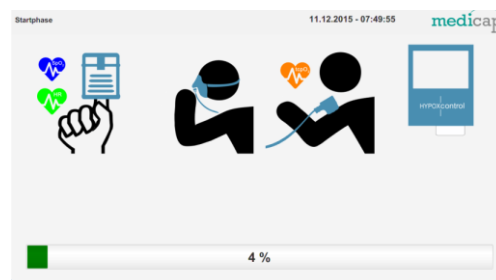

Bild 9: Geräteselbsttest
- (39) Der orange Ring um die Schaltfläche ist eine optische Hilfe zur Beurteilung, ob der tcpO2 Messwert stabil ist oder nicht. Ist der Messwert stabil, ist der orange Ring dauerhaft vorhanden. Im instabilen Fall blinkt der Ring. Eine Behandlung kann, trotz des nicht stabilen tcpO2 Messwertes gestartet werden. Dafür müssen nur die Messwerte des Pulsoximeters innerhalb der Grenzen liegen. Sind diese nicht innerhalb der Grenzwerte ist die Schaltfläche ausgegraut und nicht klickbar.
- (40) Nach dem Bestätigen (Touch auf ) führt HYPOXcontrol einen Selbsttest durch (siehe Kapitel 5) und baut über die Druckwechseladsorption die gewünschte Konzentration auf. Im unmittelbar folgenden Fenster (Bild 9) wird der Fortschritt des Selbsttest dargestellt. Dieser Selbsttest dauert ca. 2 Minuten.